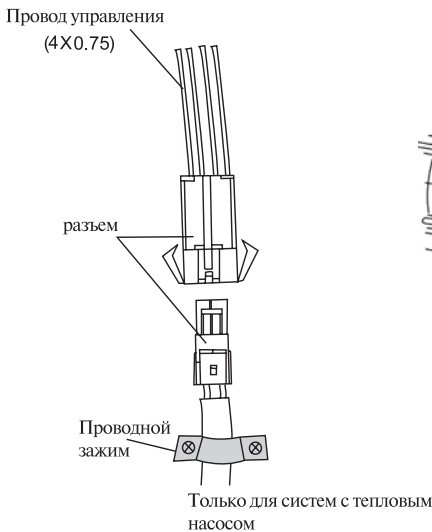

Рис. 4
5. Для устройств с тепловым насосом подключите провод управления (4 X 0,75) к внутреннему блоку с помощью проводного соединителя, после чего закрепите провод на шасси, рис. 4.